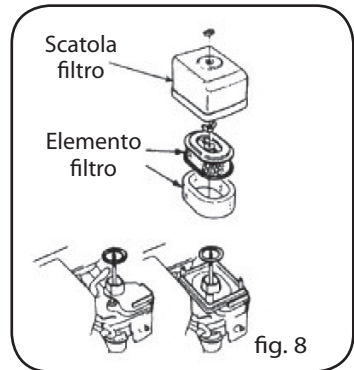

fig. 8
1. FILTRO A DOPPIO ELEMENTO (Fig. 8)